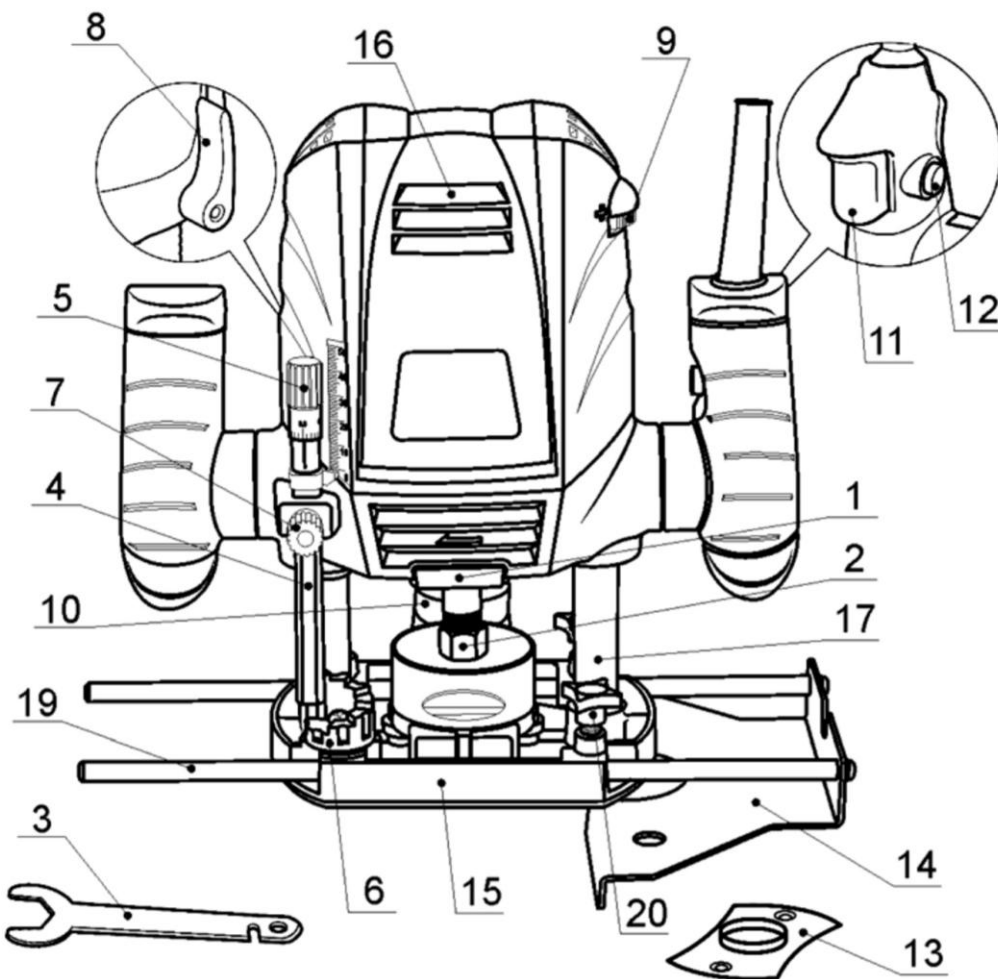

Рис. 1
- Заблокируйте вращение шпинделя цанги, нажав кнопку блокировки (1)(См. Рис.1; 2), расположенную сбоку от цанги.
- С помощью гаечного ключа (21), ослабьте гайку-фиксатор цанги.
- Цанга находится внутри гайки (2)(См. Рис.1; 2).
- Удерживая блокиратор шпинделя, крепко затяните гайку (2).
- **Для включения фрезера:** вначале нажмите клавишу блокировку пуска (12)(См. Рис.1), расположенную на боковой рукоятке.
- При нажатой кнопке блокировки, зажмите пусковую клавишу (11)(См. Рис.1).
- Регулятор управления частотой вращения (9)(См. Рис.1) применяется, чтобы установить требуемую скорость вращения режущей фрезы.
- Перед началом эксплуатации всегда проверяйте, что корпус фрезера автоматически поднимается до верхнего предела, а фреза не выступает из основания корпуса при освобождении рычага фиксации положения фрезера (8) (См. Рис.1).
- Ослабьте прижимной рычаг (8), так чтобы ограничитель глубины (4) (См. Рис.1) мог свободно перемещаться.
- Поместите фрезер опорной подошвой (15) (См. Рис.1) на плоскую горизонтальную поверхность (стол).